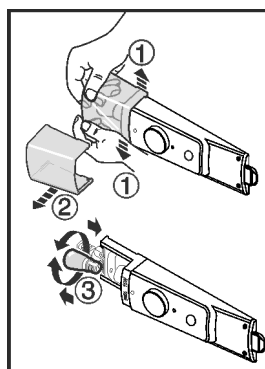

Fig. 14
- Lampafdekking volgens het voorbeeld, aan de binnenzijde in het voorste bereik uit elkaar drukken Fig. 14 (1) en opzij wegtrekken Fig. 14 (2).
- De lamp vervangen. Fig. 14 (3)